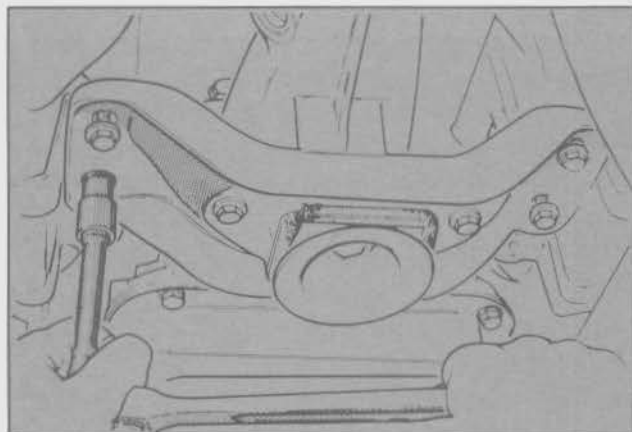

Fig. 28 - Montaje del soporte central de transmisión
- Instalar el soporte de la transmisión. Colocar primero los cuatro tornillos de sujeción al bastidor y luego el tornillo central. Ajustar cada uno a los valores especificados (Fig. 28).